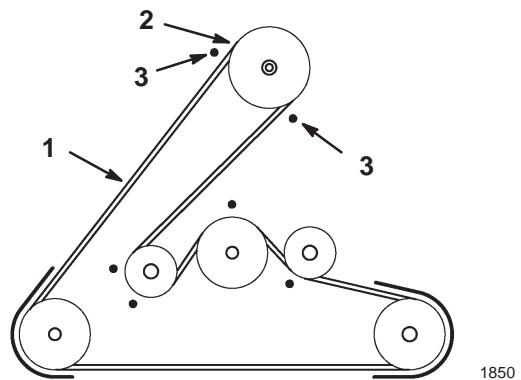

Bild 5
3. Bringen Sie den Schneidwerkriemen an der unteren Motorriemenscheibe an (Bild 5). Wenn Sie vorsichtig vorgehen, können Sie die Riemenführung(en) gerade so weit von der Riemscheibe wegziehen, dass der Riemen aufgezogen werden kann. Lockern Sie, wenn es zu schwierig ist, den Riemen anzubringen, die Schrauben und Muttern, mit denen die Riemenführungen befestigt sind.